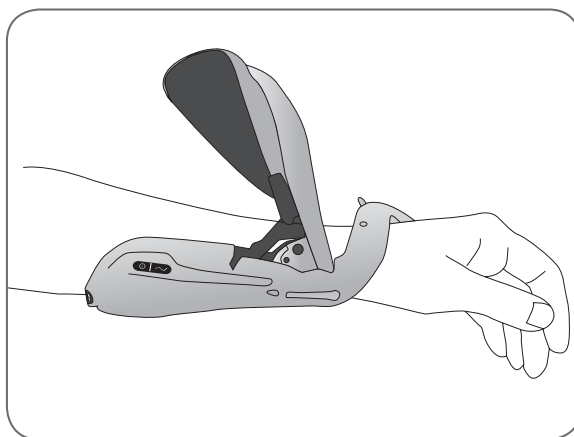

Figure 6-9 : Positionnement du support du fléchisseur.
2. Placez le cordon de l'orthèse autour de l'avant-bras et positionnez le support des fléchisseurs sur l'avant-bras. Reportez-vous à la Figure 6-9.